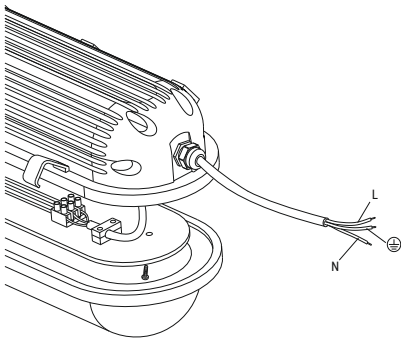

Рисунок 2
3.2.3 Подключение светильника (рисунок 2):